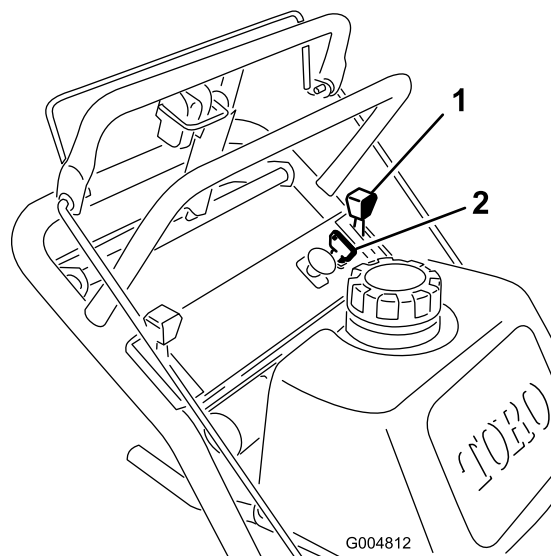

Figure 7
- Réglez la manette d'accélérateur en position **bas régime** (Figure 7).
- Tournez la clé de contact à la position **contact coupé** (Figure 7).